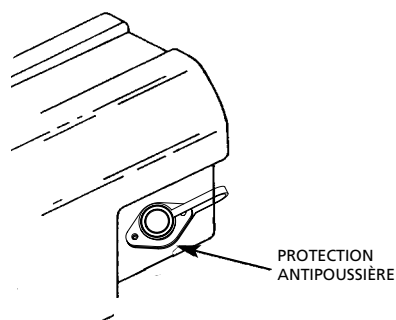

Figure 13
Soulevez le levier d'embrayage en position "Libre" de la manière indiquée à la Figure 13. S'il y a une charge sur le câble, il est possible qu'il soit difficile de déplacer le levier d'embrayage. NE FORCEZ PAS LE LEVIER D'EMBRAYAGE. Relâchez la tension du câble en le remuant un peu et essayez ensuite de désebrayer l'embrayage. Sortez du câble en tirant et attachez-le à l'ancre ou à la charge. Vérifiez qu'il reste un minimum de cinq (5) tours de câble sur le tambour. Engagez à nouveau le tambour en remettant le levier d'embrayage en position "engagée" (Fig. 14).